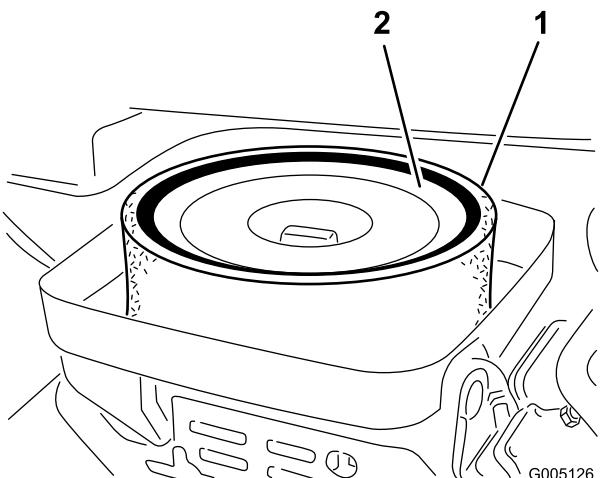

Figura 44
3. Se l'elemento in schiuma sintetica è sporco, rimuovetelo dall'elemento di carta (Figura 44). Pulitelo accuratamente, come indicato di seguito: